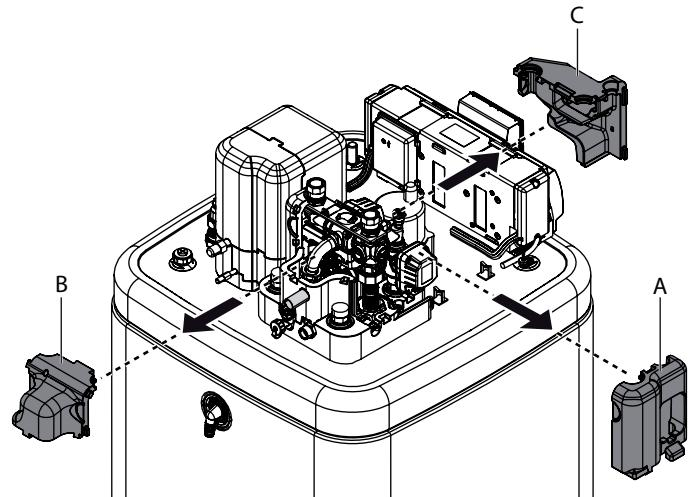

Bild 4-8 Obere Wärmedämmung abnehmen
- Seitendämmelement (Bild 4-8, Pos. A) waagerecht abziehen.
- Hinteres Dämmelement (Bild 4-8, Pos. B) waagerecht abziehen.
- Vorderes Dämmelement (Bild 4-8, Pos. C) waagerecht abziehen.